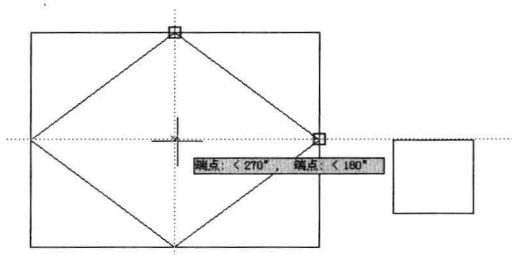

图 2-4-13
(4) 在绘图面板中单击圆按钮 , 将光标移动到菱形上端点位置，当显示端点捕捉标记后，再移动光标到右侧端点位置，当显示端点捕捉标记后，向菱形中间位置移动光标，显示临时获取点水平虚线，当移至中间位置还会显示垂直虚线，如图 2-4-13 所示。